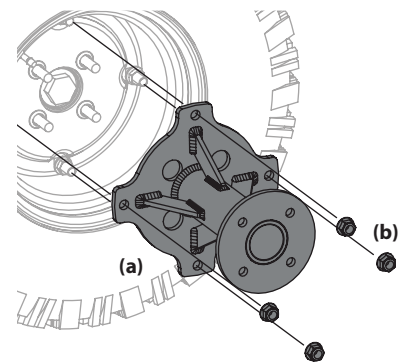

Figure 4-13
- Si nécessaire, retirez l'adaptateur de roues double (a) en desserrant les 4 écrous autobloquants (b). Voir Figure 4-13.